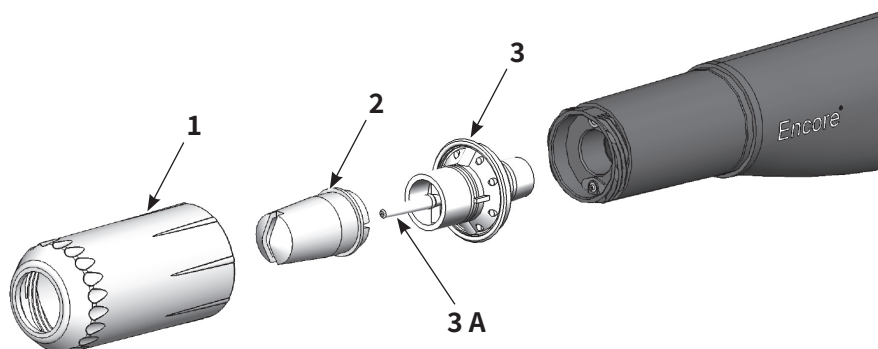

図8 フラットスプレーノズル取り外し・取り付け
1. 図8を参照。ノズルナット(1)を反時計回りに回して外します。